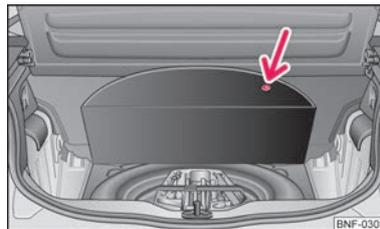

Abb. 100 Gepäckraum: Stauraum für Bordwerkzeug und Reserverad
Heben Sie den Bodenbelag an der Aussparung an (Pfeil) ⇒ **Abb. 100**.
Das Reserverad befindet sich in einer Mulde unter dem Bodenbelag im Gepäckraum ⇒ Abb. 100 und ist mit einer Spezialschraube befestigt ⇒ Abb. 101.
- Nehmen Sie aus der Mulde unter dem Bodenbelag im Gepäckraum das **Bordwerkzeug** und das **Reserverad** ⇒ Abb. 100.